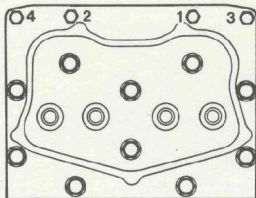

Abb. 3
2. Arbeitsgang : Anzug mit 4 ± 5 m.da.N - Abb. 3
6. Arbeitsgang : Anzug mit 4 ± 5 m.da.N - Abb. 3